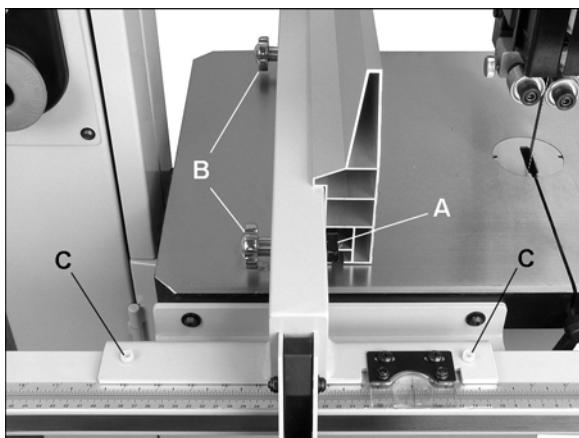
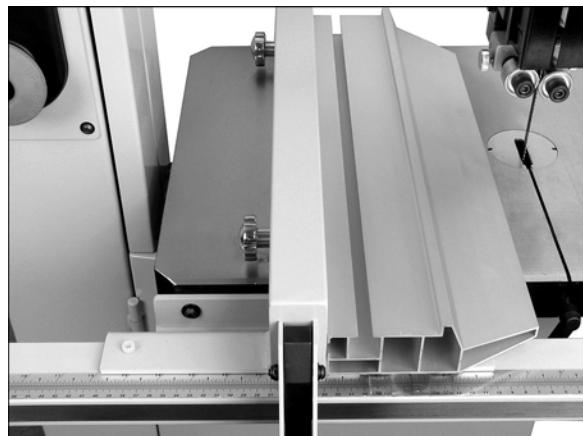

Рис. 6: вертикальное положение упора
Рис. 7: горизонтальное положение упора
См. Рис. 6 и 7.
Ослабьте стопор (A) с помощью ручек (B). Вытяните стопор на длину, достаточную для того, чтобы завести на него алюминиевый профиль упора, как показано на Рис. 6. Снова затяните ручки.
Алюминиевый упор можно установить в двух разных положениях: вертикально (для продольного распила), как показано на Рис. 6; или горизонтально, как показано на Рис. 7.
2. Если это не так, отрегулируйте зазор нейлоновыми винтами с помощью 5 мм шестигранного ключа (С, Рис. 6). Крутите винты по часовой стрелке, чтобы поднять упор, против часовой стрелки – чтобы опустить.